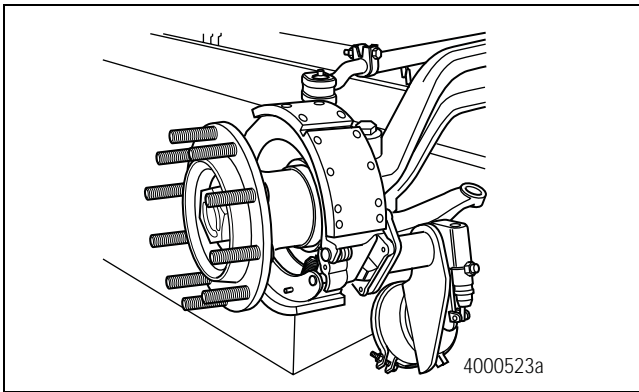

Figura 6.28
5. Retire el tambor del freno. Figura 6.28.